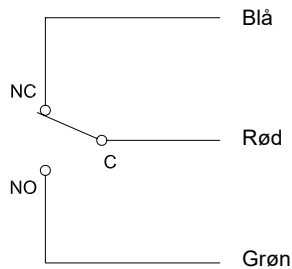

Fig. 12
- ↳ Flowswitchen kan leveres med et forud defineret antal meter kabel for direkte tilslutning. Den elektriske tilslutning foregår som vist på fig. 12):